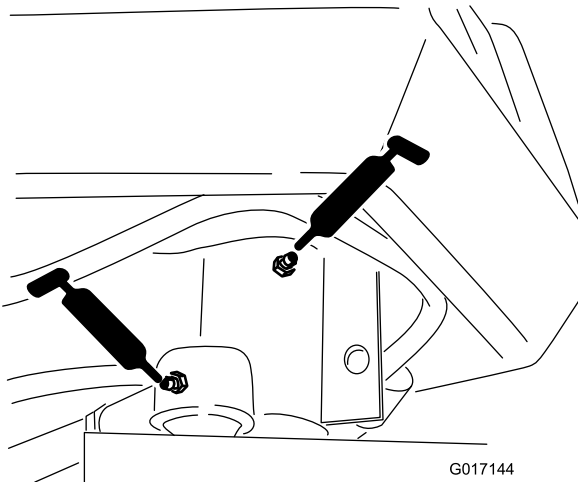

Figura 29
- Eje de la horquilla de dirección (1) (Figura 29)
- Rótula del cilindro de dirección (Figura 29)